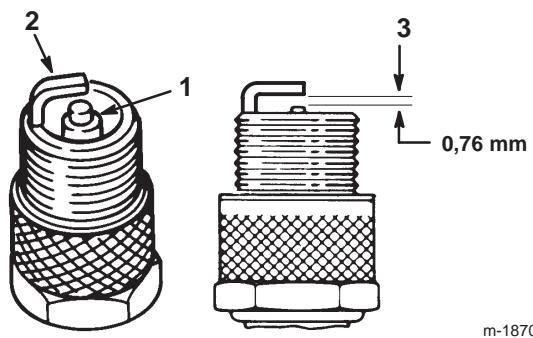

Bild 26
- Sehen Sie sich die Mitte der Zündkerze an (Bild 26). Wenn der Kerzenstein hellbraun oder grau ist, ist der Motor richtig eingestellt. Eine schwarze Schicht am Kerzenstein weist normalerweise auf einen schmutzigen Luftfilter hin.
- Prüfen Sie den Abstand zwischen den mittleren und seitlichen Elektroden (Bild 26) und biegen die seitliche Elektrode bei falschem Abstand zurecht.